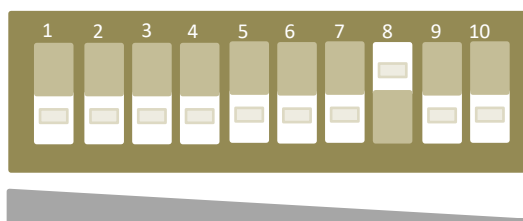

Рисунок 7.9
– установить флажок 8 переключателя регулировки чувствительности (поз.1, рисунок 7.1) в положение «Вкл.» (верхнее положение), все остальные флажки в положение «Выкл.» (нижнее положение) (рисунок 7.9);